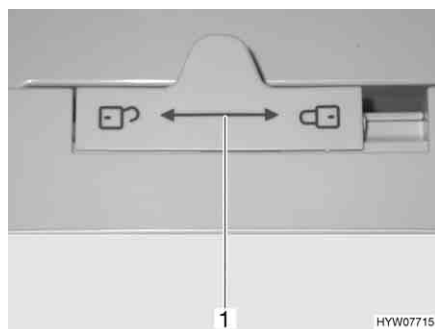

Fig. 147 Bloccaggio della porta del frigorifero (serie Dometic 7)
- Spostare il dispositivo di bloccaggio (Fig. 147,1) verso sinistra "🔓".
- Spostare il dispositivo di bloccaggio (Fig. 147,1) completamente verso destra "🔒".